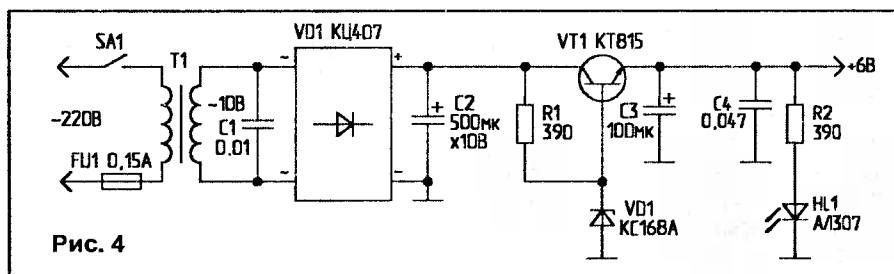

Рис. 4
Не пугайтесь, но данная формула уже из этой самой квантовой механики. Физический смысл постоянной Планка довольно прост. Это величина энергии, приходящаяся на один герц частоты колебаний электромагнитной волны. Если выразиться мягко, она очень мала: *h* = 6,6 · 10⁻³⁴ Дж·с. Правда, в формуле (1) *h* кто-то вроде бы зачеркнул. Но это не так. Просто для удобства во многих формулах вместо 2π*h* пишут $\hbar$, так что здесь все в порядке. Ну, а ΔE — то же самое, что и на **рис.4**. Не подумайте только, что постоянная Планка — это какая-то там досочка. Макс Планк — знаменитый ученый, один из основоположников квантовой механики, и эта постоянная названа его именем.
Итак, получается, что светодиод будет излучать (свет) с частотой $\Delta E/h$. И если эта частота "попадет" в видимый диапазон, то мы даже увидим, как диод светится. На **рис.4** можно заметить, что электроны совершают переходы не только между зоной свободных электронов и валентной зоной, но и между примесными зонами (уровнями) в различных комбинациях. Это может означать следующее: "чистый" монохроматический свет получить с помощью такого излучателя не удастся. Светодиод будет светить, конечно, каким-нибудь определенным светом, например, желтым, но это излучение будет состоять из достаточно хаотичной смеси колебаний, наподобие той, которая показана на **рис.2**. Несмотря на это, светодиоды практически вытеснили из электронных приборов все другие светоизлучающие элементы. Ведь для подавляющего большинства световых индикаторов важен сам факт свечения, а какое там излучение — монохроматическое или не очень — дело десятое. Лишь бы светили ярко.
Для питания приемника используется маломощный блок питания (рис.4). Его можно собрать на куске текстолита или гетинакса, соединив детали кусочками провода.